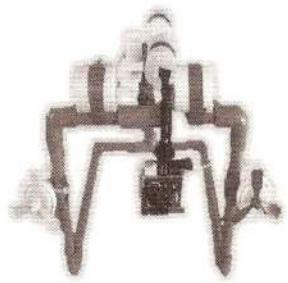

Fig.1 組立式 ROV
本研究で開発した ROV は、Fig.1 に示すように①塩ビパイプの本体、②お風呂ポンプを利用したスラスター、③釣り用の市販水中カメラ、といった部品群で構成されている。はんだ付けが出来る中学生でも製造が可能な技術レベルとしている。